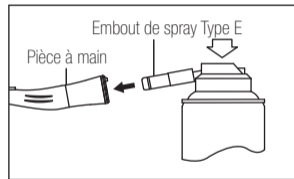

Fig. 10
- 3) Insérez le PANA SPRAY Plus à l'arrière de la pièce à main. Tenez l'instrument et pulvérisez pendant environ 2-3 secondes. Vaporisez du lubrifiant jusqu'à ce qu'il en ressorte de la tête de la pièce à main pendant au moins 2 secondes. (Fig. 10)
- 3) Lubrifiez la pièce à main à l'aide du NSK PANA SPRAY Plus (Fig. 10) ou Care3 Plus.